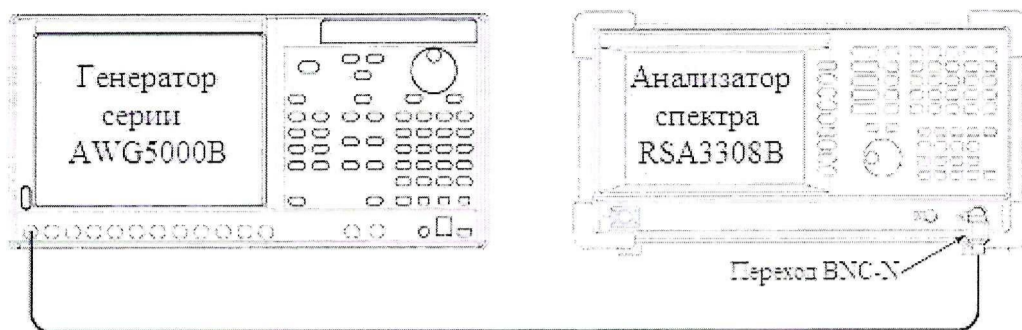

Рисунок 4
8.3.6.1 Собрать измерительную схему в соответствии с рис.4.